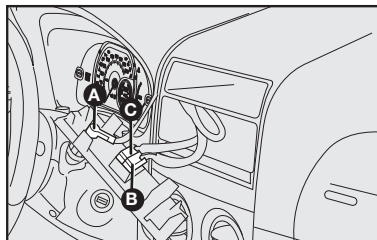

fig. 78
- cabo de alimentação do autorrádio **C-fig. 78**.
- cabo para alto-falante dianteiro e traseiro **B-fig. 78**.
- cabo com conector para antena **A-fig. 78**.